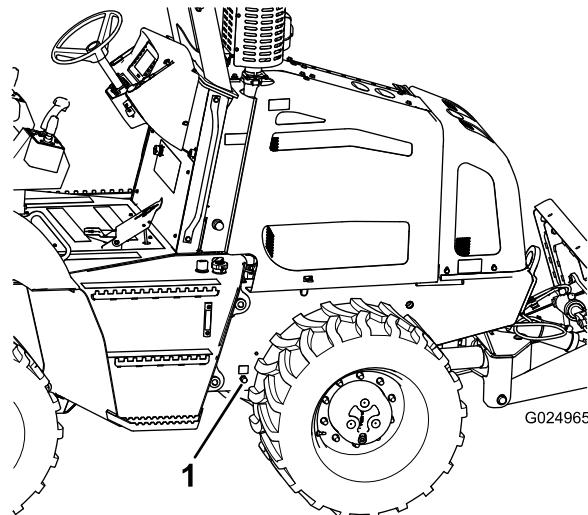

Figura 69
4. Posizionate una bacinella di spurgo con una capacità minima di 20 l sotto il raccordo di spurgo dell'olio del motore (Figura 69).
7. Montate il tappo sul raccordo di spurgo (Figura 69).
1. Togliete il tappo di riempimento dell'olio dal coperchio della valvola ruotando il tappo e tirandolo verso l'alto (Figura 69).